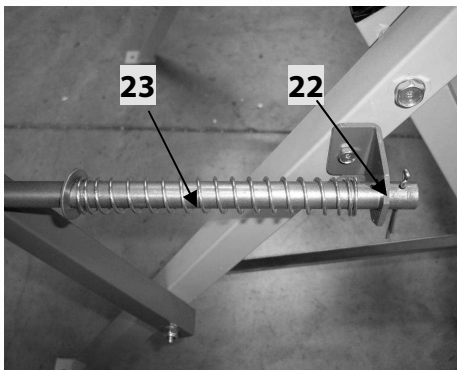

Fig 4
Il vous faudra positionner le ressort (23) sur la tige prévue à cet effet et les positionner dans le support de fixation (22) (Voir Fig 4).